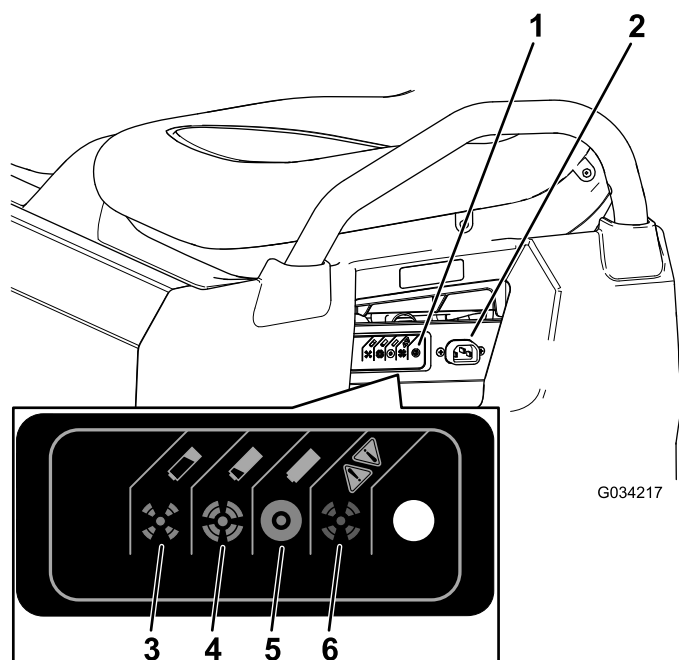

図 36
3. チャージャコードの太さは16 ゲージまたはそれ以上太いもので、長さは 2.5 m 以内を、マシンの充電ソケットに接続する **図 36**。
充電状態を表す色の意味については、下の表と**図 36**で確認してください。